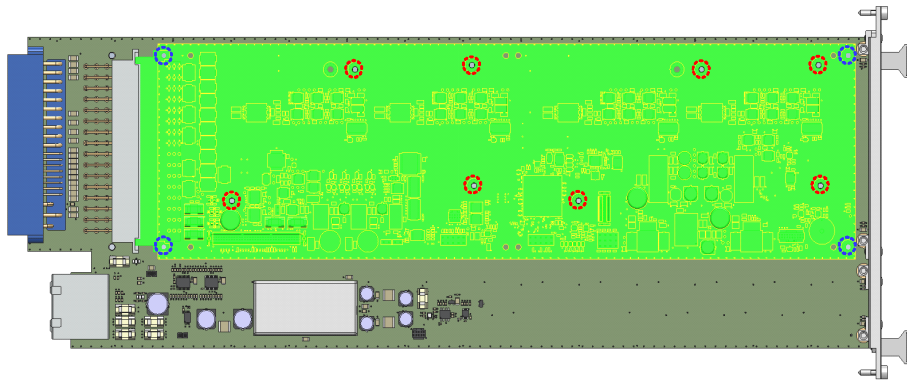

Abb. 2-8 Lage der Bohrungen auf der ES5372.1-B mit eingebauter ES4455.2
3. Legen Sie die 12 mitgelieferten Unterlegscheiben auf die rot und blau markierten Bohrungen in Abb. 2-8.